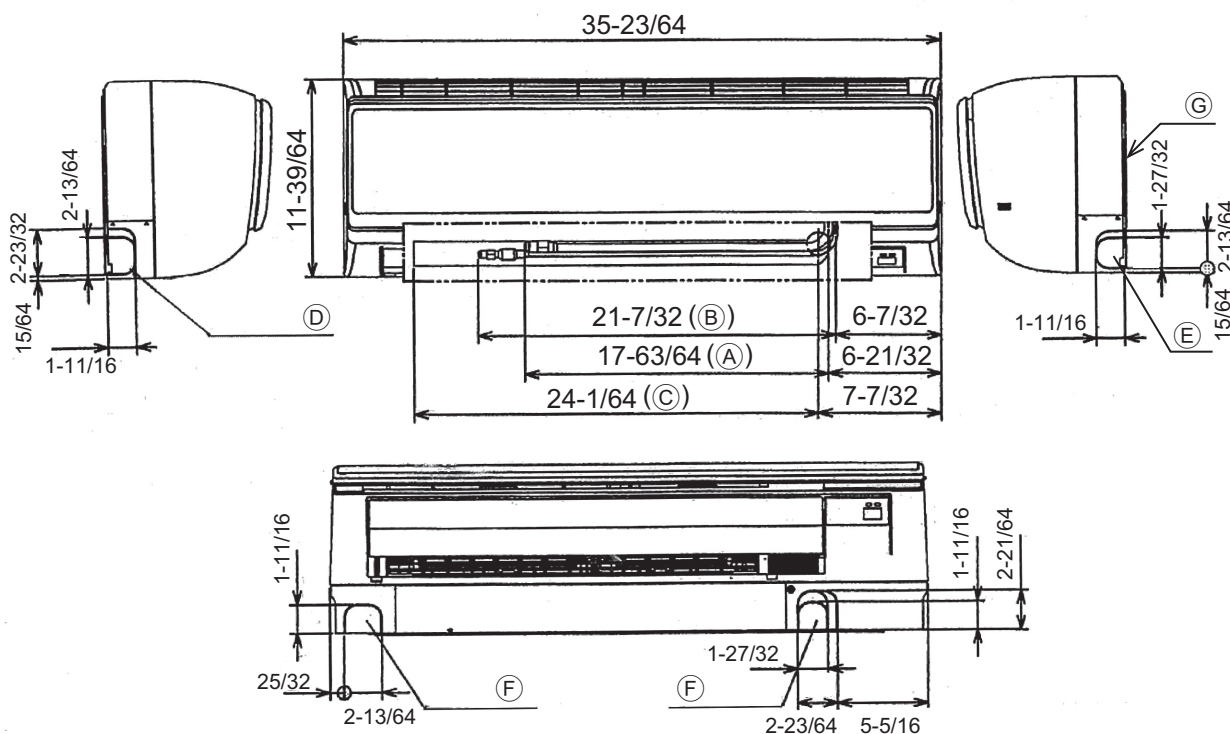

Fig. 4-2
- (C) Aplique aceite refrigerante para máquinas sobre toda la superficie de las partes roscadas.
- (D) Utilice tuercas abocardadas que coincidan con el tamaño de las tuberías de la unidad exterior.
4.3. Colocación de los tubos del refrigerante y de drenaje (Fig. 4-2)
- (A) Tubo de gas * Indica el estado con los accesorios montados.
- (B) Tubo de líquido
- (C) Manguera de drenaje
- (D) Orificio ciego para las tuberías del lado izquierdo
- (E) Orificio ciego para las tuberías del lado derecho
- (F) Orificio ciego para las tuberías de la parte inferior
- (G) Placa de montaje